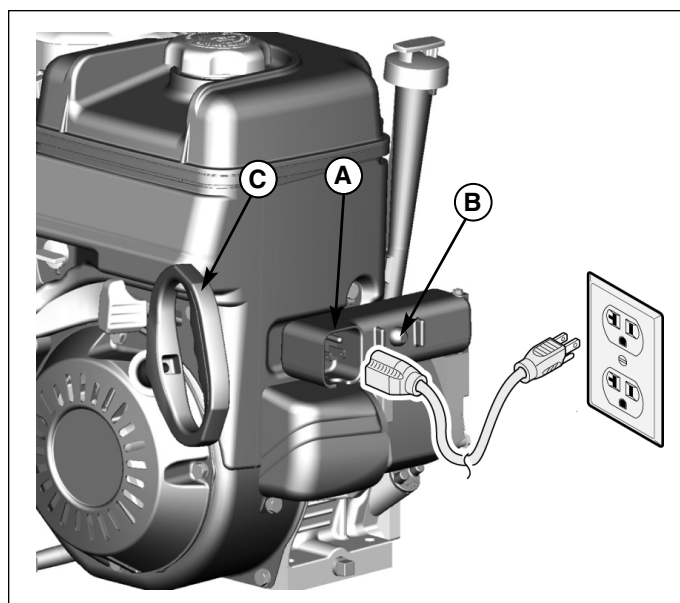

Figura 3. Avviamento elettrico del motore
9. **Avviamento elettrico:** Collegare prima il cavo al connettore del motorino (A, Figura 3) di avviamento e poi nella presa a muro. Se richiesto aggiungere una prolunga omologata con cavo a tre fili per la massa.